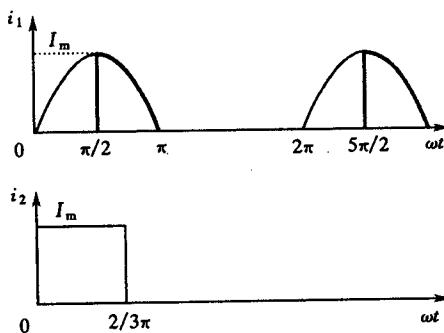

图 1-3 例题 1.2 图
**例题 1.2** 图1-3为流过晶闸管中的电流波形, 其峰值为  $I_m$ 。
(1) 计算其平均值与有效值。
(2) KP-100 型晶闸管不计安全裕量, 当这些波形电流流经晶闸管时, 晶闸管所能承受的电流平均值与最大值。